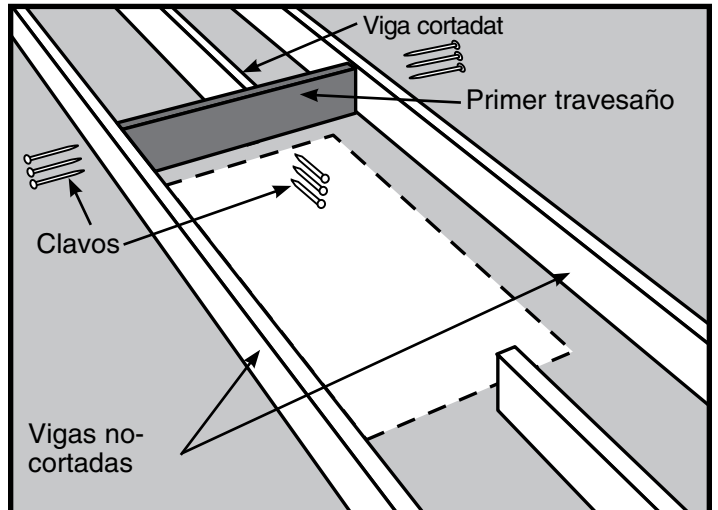

Figura 15
- PASO 3. Coloque uno de estos travesaños contra el extremo de la viga(s) cortada (Vea la Figura 15). Éste debe encajar ajustadamente entre las vigas no-cortadas. Martille para colocarlo en su posición si es necesario; si el travesaño tiene 1/16" de más, recórtelo. Si tiene 1/16" de menos, corte otra pieza.
- PASO 4. Coloque en ángulo recto el travesaño en la viga no-cortada(s) y clave con 3 clavos el travesaño al extremo de la viga(s) cortada (Vea la Figura 15).
- PASO 5. Verifique el travesaño en cuanto a ángulo recto, luego clave 3 clavos a través de cada viga dentro de cada extremo del travesaño (Vea la Figura 15).